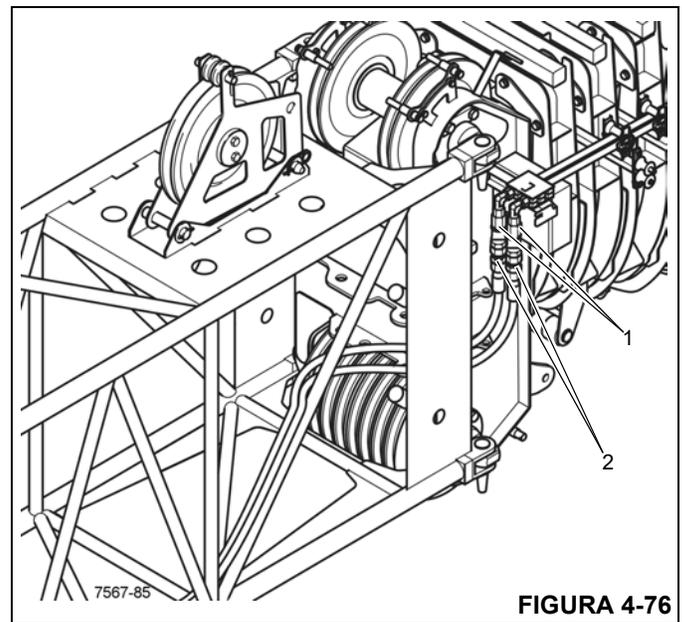

FIGURA 4-76
1. Si es necesario, instale las mangueras hidráulicas (1) (Figura 4-76) en la punta de la pluma; consulte *Conexiones hidráulicas de extensión (extensión hidráulica opcional)*, página 4-35.
2. Pase los extremos cortos (2) hasta la cabeza de la pluma principal.
3. Retire las tapas protectoras y conecte los extremos cortos (2) a los conectores de la punta de la pluma (1).
1. Desconecte los extremos cortos de las mangueras (2) de los conectores de la punta de la pluma (1) (Figura 4-76).
3. Pase los extremos cortos (2) hacia el interior y póngalos delante del tirante transversal inferior de manera que no cuelguen.